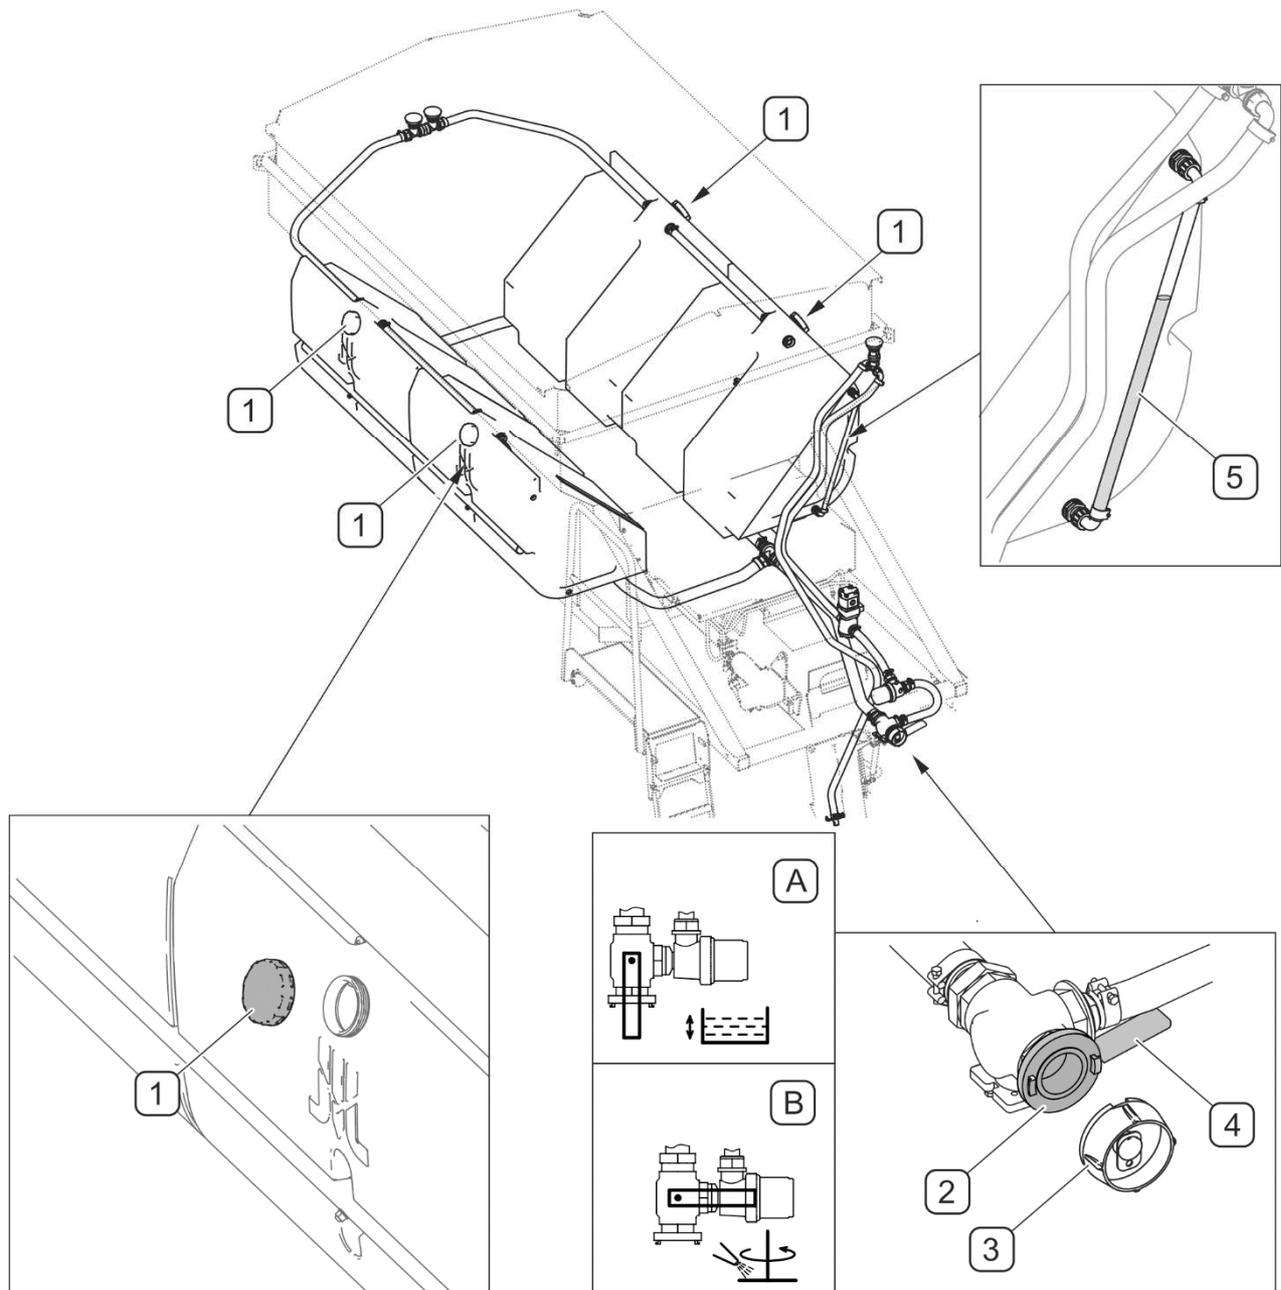

ABBILDUNG 4.20 Auffüllen der Tanks mit Salzlösung
Das Befüllen der Tanks mit Salzlösung (ABBILDUNG 4.20) kann über die mit Verschlüssen gesicherten Öffnungen (1) oder über die mit Verschlüssen (3) gesicherten Anschlüsse (2) vom Typ STORZ 52C erfolgen.
Um die Tanks mit Salzlösung (ABBILDUNG 4.20) über die Anschlüsse (2) zu befüllen, muss wie folgt vorgegangen werden:
- Den Hebel (4) des Ventils in die Stellung (B) stellen,
- Den Verschluss (3) abschrauben und an den Anschluss (2) die Beschickungsleitung anschließen,
- Den Hebel (4) des Ventils in die Position (A) stellen und mit dem Befüllen beginnen,
- Zur Füllstandskontrolle dient das Schauglas (5) am Tank,
- Nach dem Befüllen den Hebel (4) in die Position (B) stellen,
- Die Beschickungsleitung abtrennen und den Verschluss (3) verschließen.